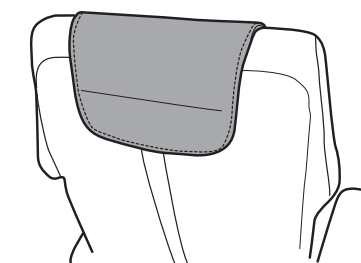

Fig.34
- Coloque el cojín para el cuello a la altura deseada; un imán mantiene su posición (Fig.34).